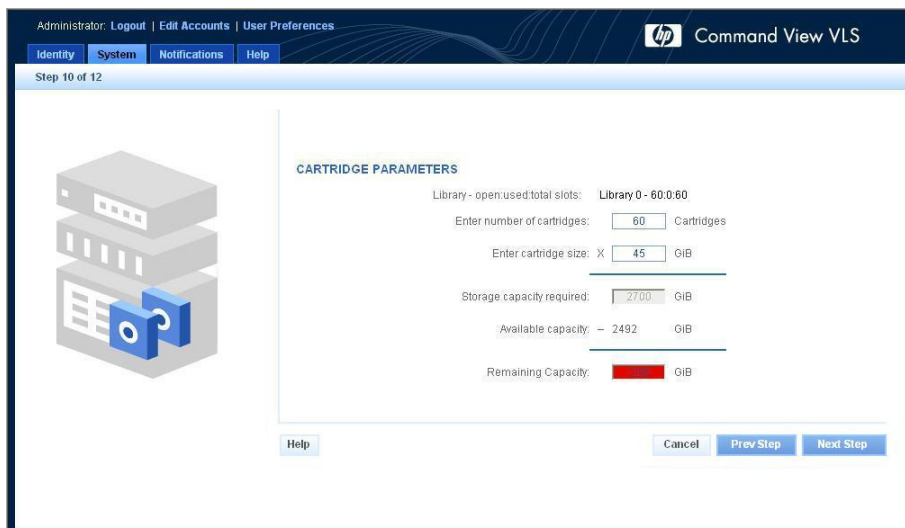

図 54. [Create Virtual Library Wizard]ウィンドウ (10/12)
8. カートリッジ数とカートリッジ サイズをそれぞれ、該当する入力ボックスに入力します (図 54)。